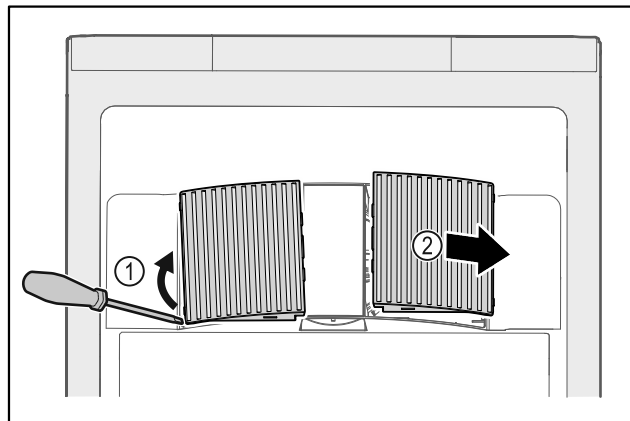

Fig. 201
► Z boku opatrně vytáhněte ventilátorové kryty Fig. 201 (1) a sejměte je směrem dopředu Fig. 201 (2).